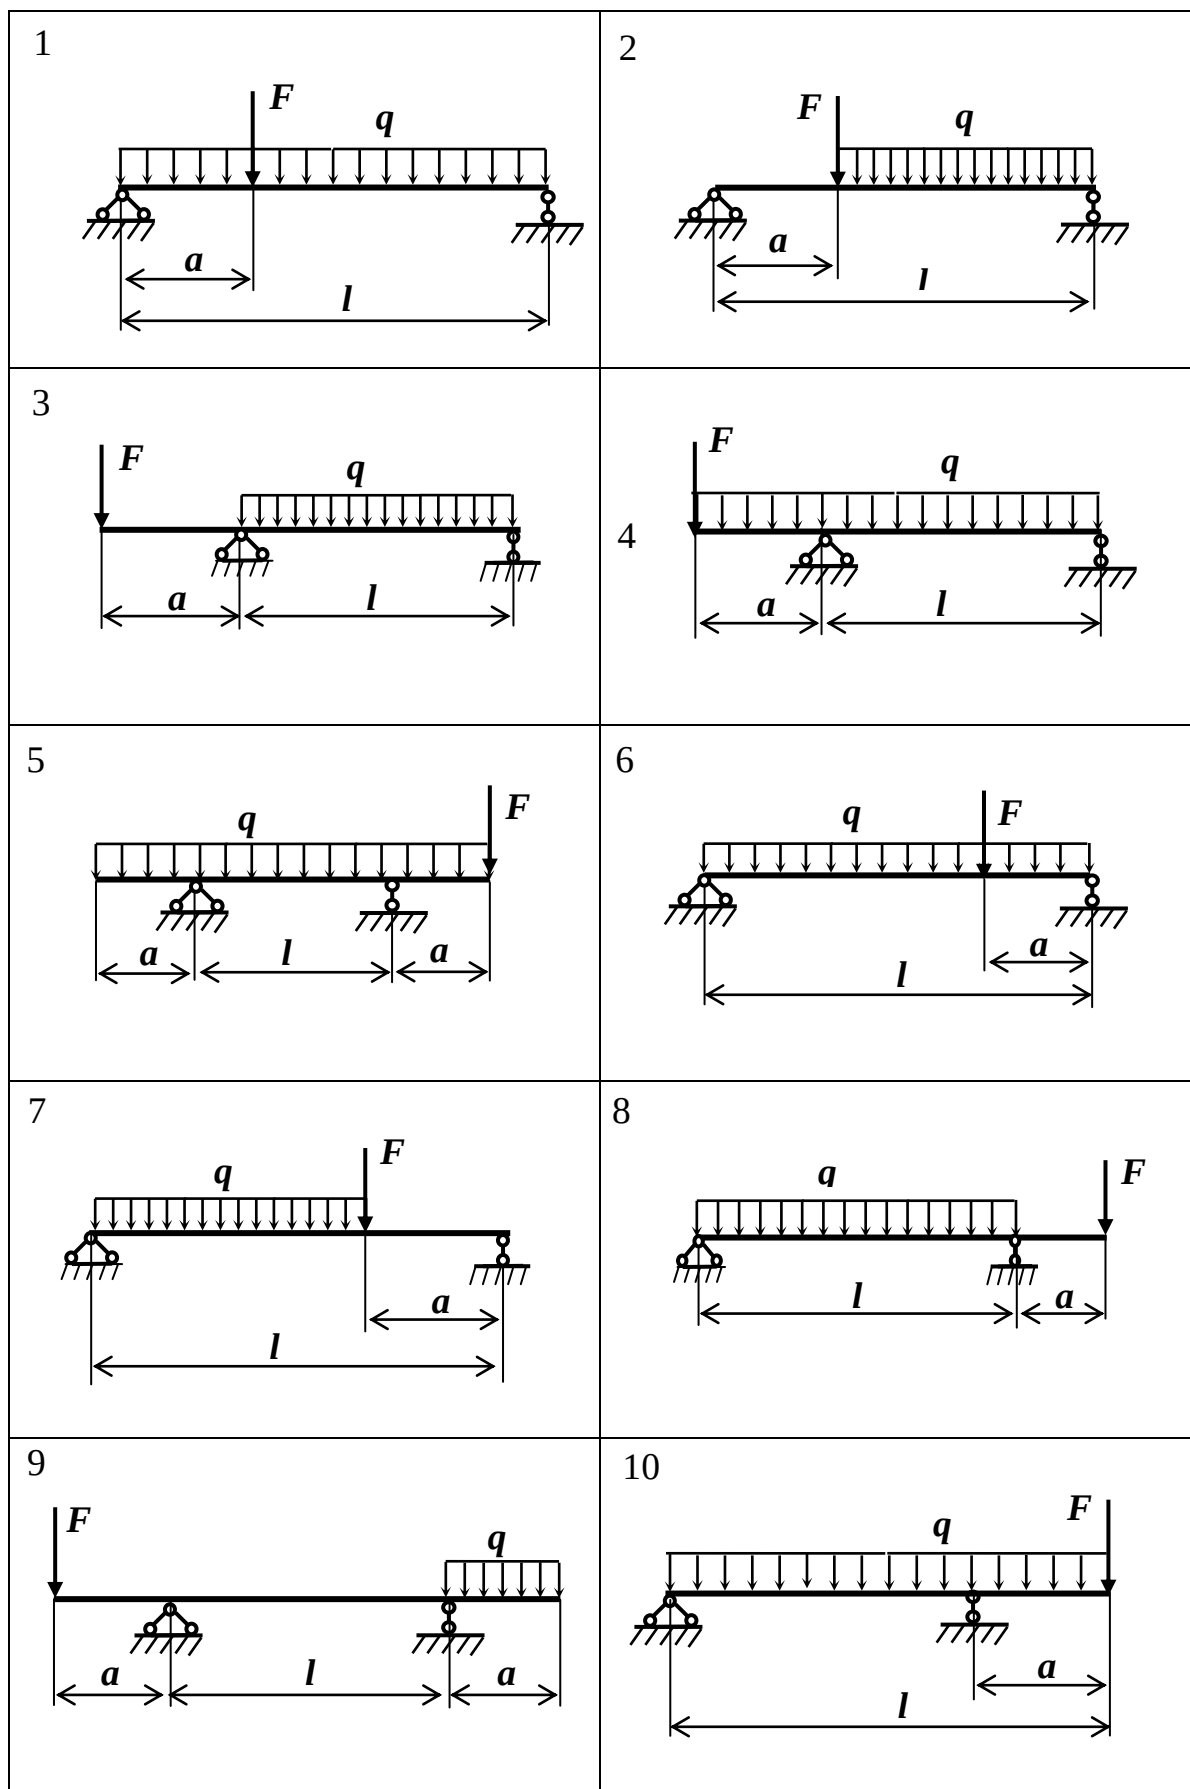

Рис. 1
**Задача № 3.** На стальную балку действует нагрузка в виде сосредоточенной силы  $F$  и распределенной силы интенсивностью  $q$ . Модель балки (расчетная схема) при допущениях, принятых в сопротивлении материалов, изображена на рис. 1. Требуется: